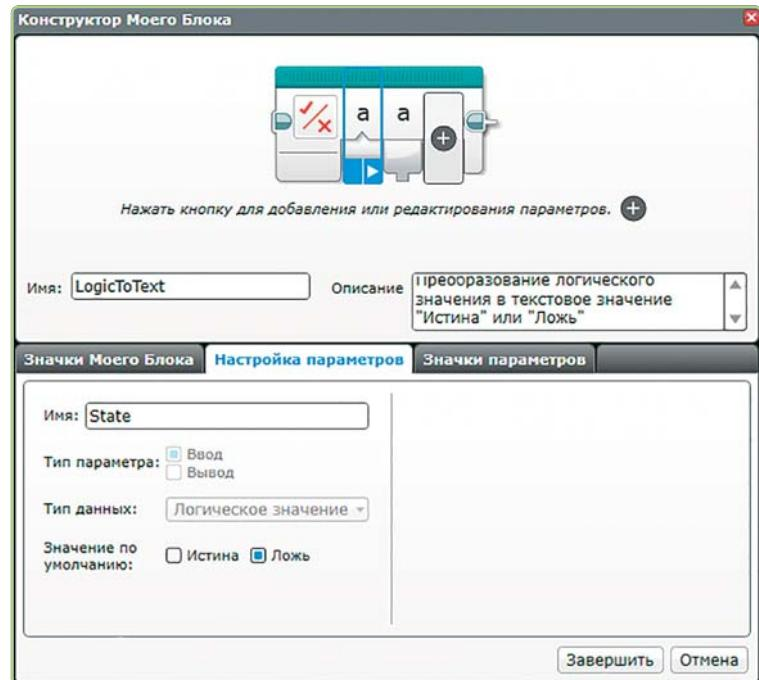
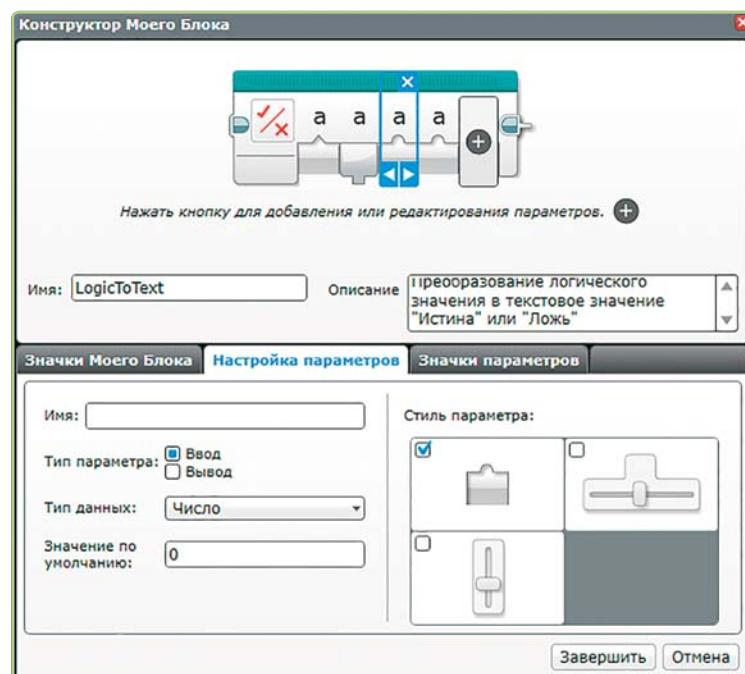

Рис. 12.11. Вкладка **Настройка параметров** (Parameter Setup) для первого параметра
Рис. 12.19. Вкладка **Настройка параметров** (Parameter Setup) для нового параметра
8. Убедись в том, что выбран первый параметр, а затем щелкни по вкладке **Настройка параметров** (Parameter Setup). Окно должно выглядеть так, как показано на рис. 12.11.
Вкладка **Настройка параметров** (Parameter Setup) определяет внешний вид и поведение параметра. Ты уже видел эту вкладку для контейнера **LogicToText** на рис. 12.11. На рис. 12.19 показана вкладка **Настройка параметров** (Parameter Setup) для одного из параметров, добавленных с помощью окна **Конструктор моего блока** (My Block Builder). Для добавленных таким способом параметров ты можешь указать, должны ли они представлять собой ввод или вывод блока, а также выбрать тип данных. Если для настройки **Тип параметра** (Parameter Type) выбран вариант **Ввод** (Input), а для настройки **Тип данных** (Data Type) – **Число** (Number), правая часть вкладки предоставит тебе на выбор ползунковый регулятор для ввода значения, если ты предпочитаешь использовать его вместо обычного ввода. При выборе одного из ползунковых регуляторов ты все равно сможешь ввести значение или использовать шину данных (как в случае с параметром **Мощность** (Power) блока **Рулевое управление** (Move Steering)).